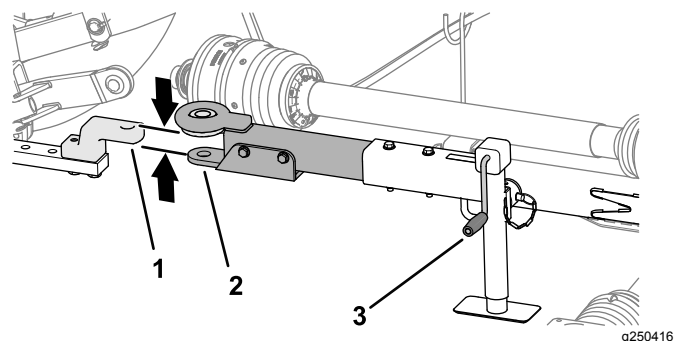

Figura 28
1. Utilizzate la stegola del martinetto per sollevare o abbassare il martinetto della barra di traino e allineare la barra di traino al timone o all'attacco a cardine (**Figura 28**).
3. Allineate il timone o l'attacco a cardine del veicolo di traino alla barra di traino del tosaerba (**Figura 28**).